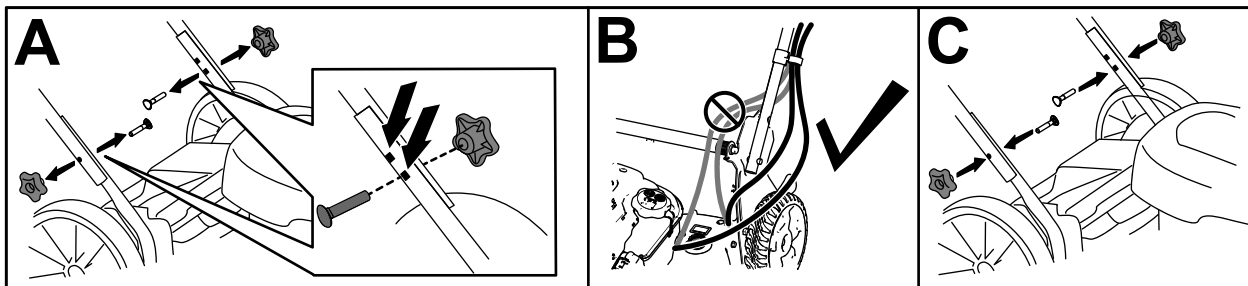

Figure 10
1. Retirez les boutons et les boulons correspondants sur la partie inférieure du guidon (A de Figure 10).
2. Placez le guidon dans l'une de 2 positions, (A de Figure 10).
3. Vérifiez que les câbles passent bien à l'extérieur du guidon (B de Figure 10).
4. Installez les boutons du guidon à l'aide des boulons correspondants et serrez-les fermement à la main (C de Figure 10).